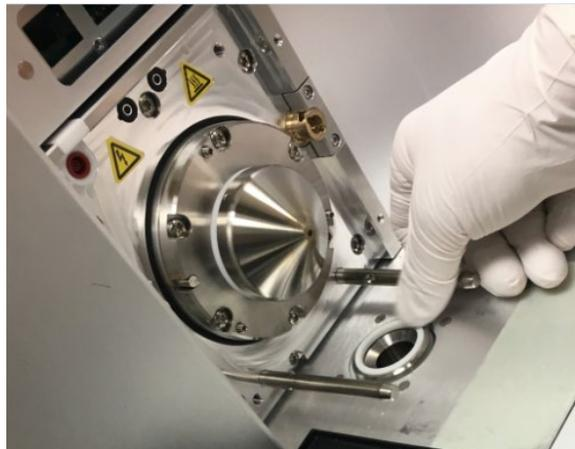

Abbildung 48: Wiedereinsetzen des Quellengehäuses
- 8) Setzen Sie das Quellengehäuse in umgekehrter Reihenfolge wie in *Abbildung 48* gezeigt wieder ein, und achten Sie besonders darauf, es auf die Metallführungsstäbe zu schieben.
- 10) Überprüfen Sie, ob die Drainagemanschette an der Quelle korrekt installiert ist (siehe Abbildung 48).